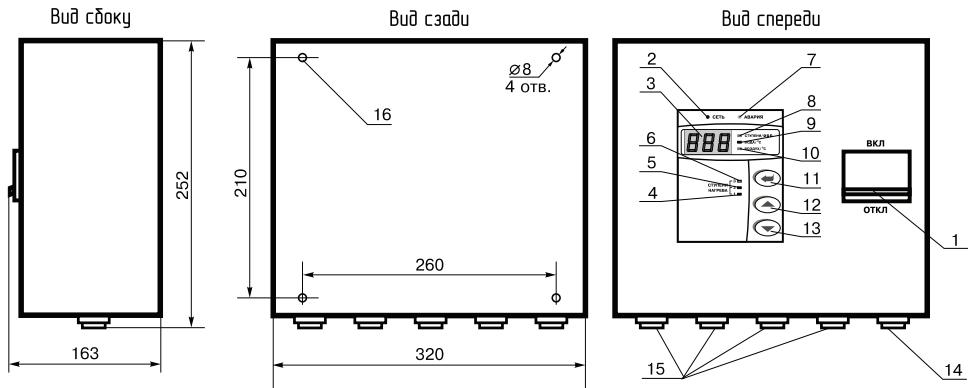

Рис.2 Габаритные размеры и расположение органов управления панели управления ПУ ЭВТ - ИЗ
- температура воздуха в помещении.Каждое нажатие сопровождается коротким звуковым сигналом. При этом светятся индикаторы (**Рис.2, поз. 4, поз. 5, поз. 6**) соответственно, указывая на отображение текущей величины;
Внимание! При нагреве воды выше 95 °C срабатывает аварийная защита по температуре, загорается индикатор «АВАРИЯ» (**Рис.2, поз. 2**) , отключается нагрев и цифровой индикатор показывает код неисправности (Н-5). При остывании воды примерно на 20 °C нагрев снова включается;